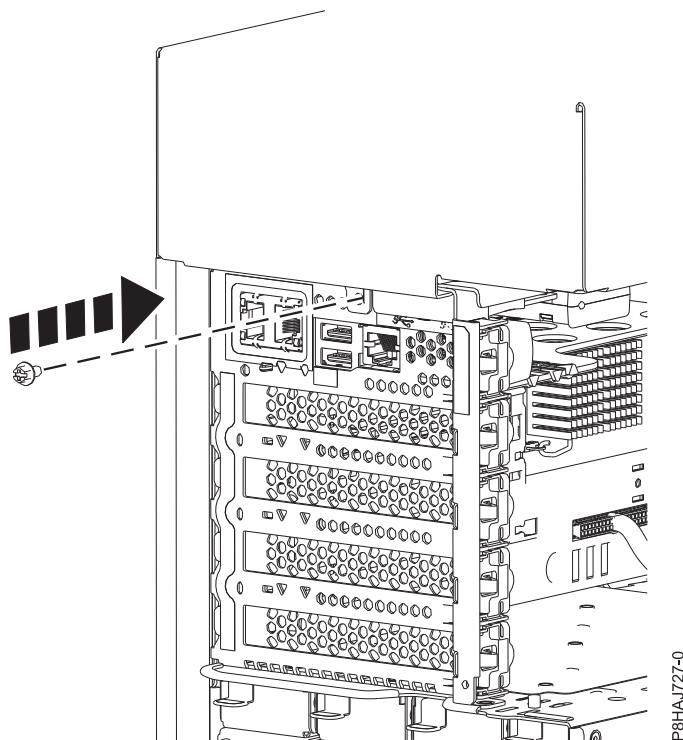

Figura 27. Instalando o parafuso da tampa lateral 8286-41A
5. Instale o parafuso traseiro da tampa lateral com uma chave de fenda Phillips, conforme mostrado em Figura 27 na página 46.